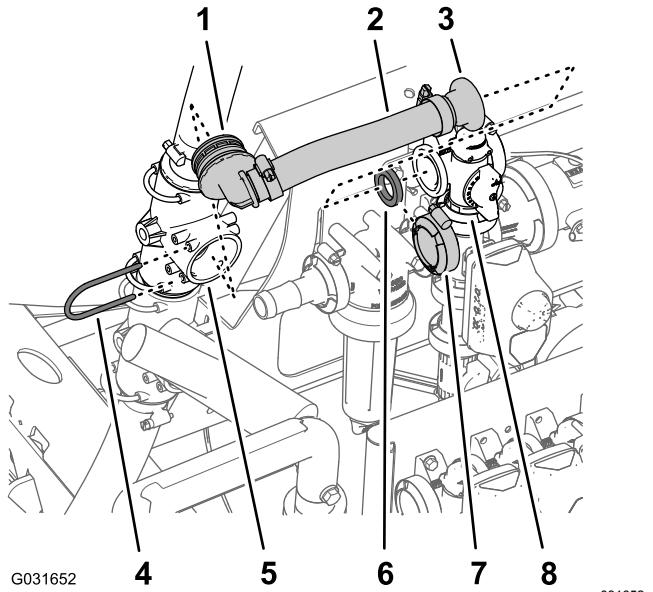

Bild 217
1. Nehmen Sie den Halter ab, mit dem das gezahnte 90°-Anschlussstück für den Überlaufschlauch am oberen T-Anschlussstück befestigt ist, und nehmen Sie das 90°-Anschlussstück vom T-Anschlussstück ab (Bild 217).
2. Entfernen Sie die Flanschklemme, mit der das gerade Flanschanschlussstück und die Dichtung am Flansch für das Rührwerkventil befestigt sind, und nehmen Sie den Überlaufschlauch von der Maschine ab (Bild 217).